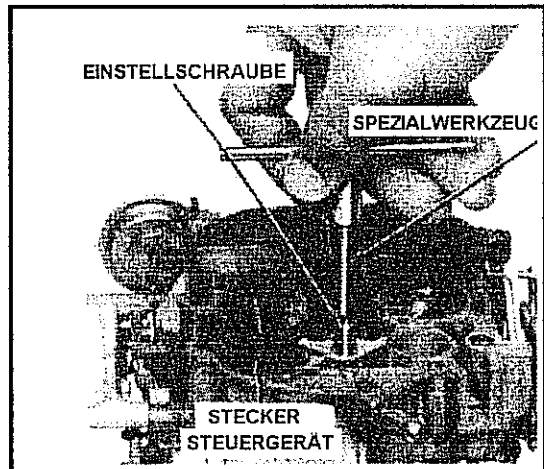

Abb. 2-54 Einstellschraube des Stellwegs am Magnetventil zur Gemischregelung
Die Leerlaufdrehzahl liegt je nach Baujahr und Motortyp sowie Getriebe (Schaltgetriebe oder Automatik) zwischen 500 und 1000 U/min. Die entsprechende Leerlaufdrehzahl ist der Tabelle unter "Einstelldaten des Motors, Seite MV 58" zu entnehmen. Die Einstellung des Vergasers ist ab Werk versiegelt und darf nicht geändert werden, sofern die Kapsel sich noch in der Aufnahme der Einstellschraube befindet. Das Gemisch über das gesamte Leistungsspektrum wird bei Motoren mit Computer Command Control durch ein Magnetventil im Vergasergehäuse geregelt. Das Magnetventil muß richtig eingestellt sein, um im Falle einer Belastung des Motors oder bei Anfahrt das Leerlaufgemisch nach dem tatsächlichen Bedarf des Motors ändern zu können. Die Einstellung geschieht nach einem Maß, welches durch Einsetzen einer Meßleiste aus Blech in die Belüftungsöffnung (D) am Oberteil des Vergasers ermittelt wird. Die Meßleiste liegt an dem Stößel des Magnets an. Das Maß ist der Unterschied zwischen der Position "offen" und "geschlossen" des Magnetventils, welcher durch Einstellung mit einer Schraube geändert werden kann. Das Maß muß zwischen 1,5 und 3 mm liegen. Als Bezugskante ist die Oberkante der Belüftungsöffnung zu wählen. Andernfalls ist an der Schraube nachzustellen. Siehe Abb. 2-54 und ff. Beim Messen des Abstands sollte der Motor ausgestellt sein. Der Luftfilter muß entfernt werden. Zum Einstellen des Magnetventils muß der obere Teil des Vergasers entfernt werden.